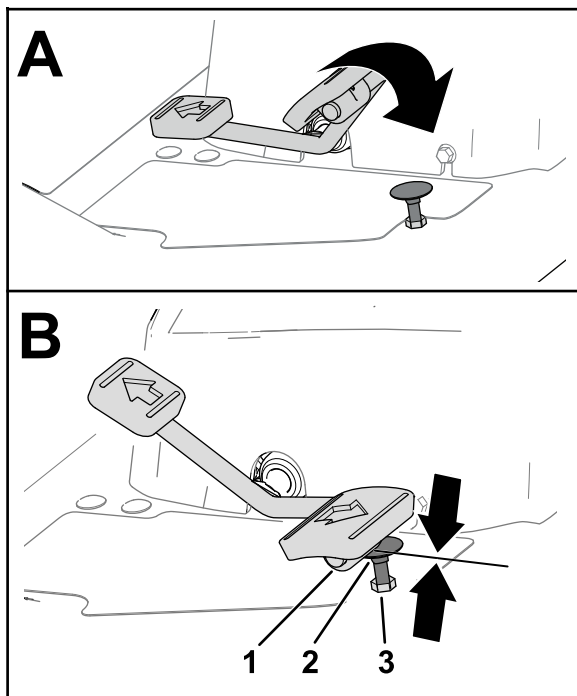
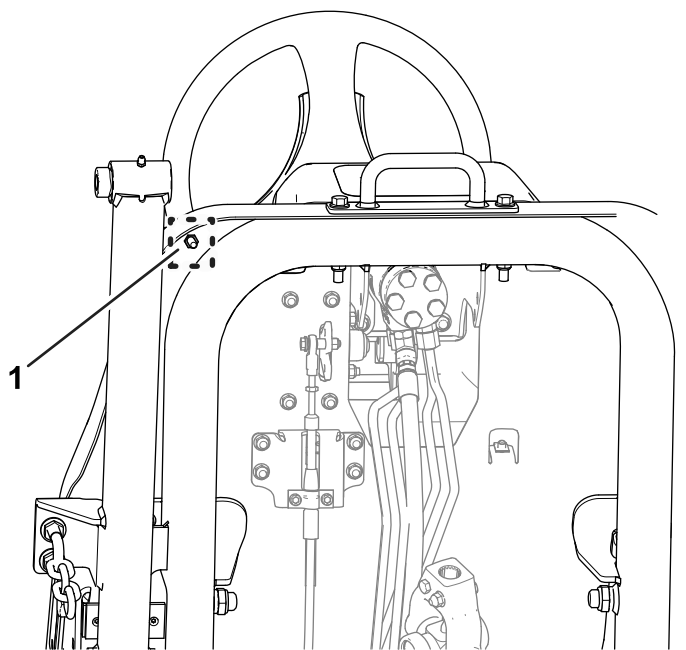

Рисунок 81
Рисунок 82
1. Переведите педаль хода до упора вперед (Рисунок 81).
- A. Удерживайте упор педали хода (Рисунок 81) ключом.
- B. Ослабьте контргайку в нижней части подножной пластины (Рисунок 82).
- C. Переместите педаль хода в максимальное положение вперед (Рисунок 81).
- D. Удерживая упор педали хода, отрегулируйте контргайку, расположенную над подножной пластиной (Рисунок 81), так, чтобы педаль хода касалась упора.
- F. Удерживая упор педали хода, затяните контргайку в нижней части подножной пластины (Рисунок 81 и Рисунок 82) с моментом от 37 до 45 Н·м.